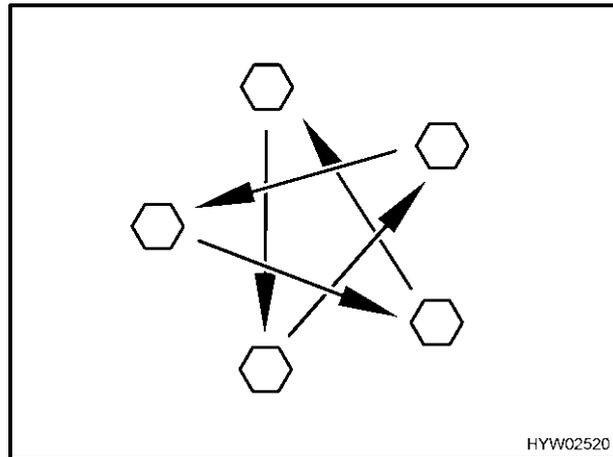

Bild 203 Radmuttern oder Radschrauben über Kreuz anziehen
- Radmuttern oder Radschrauben regelmäßig auf festen Sitz prüfen. Radmuttern oder Radschrauben eines ausgewechselten Rades nach 50 km über Kreuz nachziehen (Bild 203).
- ▷ Radmuttern oder Radschrauben über Kreuz anziehen (Bild 203). Anziehdrehmoment siehe Abschnitt Anziehdrehmoment.